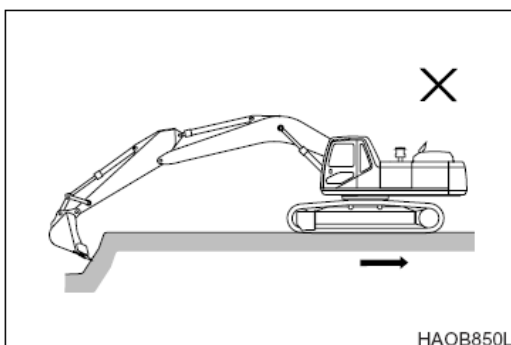

Figura 55
6. NO use el mecanismo de avance o el accesorio basculante de la máquina cuando la cuchara esté en el suelo si necesita hacer más fuerza de hincada . Consulte la Figura 55.